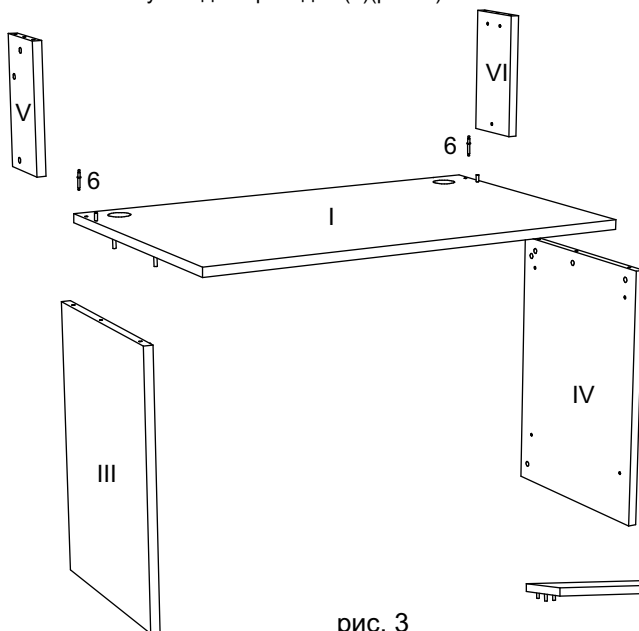

рис. 3
В нижние торцевые отверстия больших стоек (III, IV) вбить крепежи для опор (7) и вкрутить опоры (8), в соответствующие отверстия в пласти вставить эксцентрики (3) стрелкой в направлении отверстия. В соответствующие отверстия в пласти в малых стойках (V, VI) вставить эксцентрики (3) стрелкой в направлении отверстия. Собрать между собой стойки малые (V, VI), столешницу (I), стойки большие (III, IV), поворачивая эксцентрики по часовой стрелке(стойки малые и большие скрепляются между собой при помощи двухстороннего штока (6))(рис. 3).